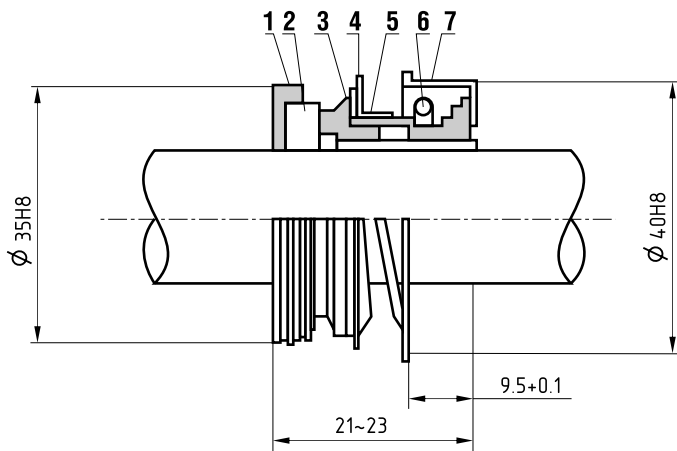

Рис. 2 Структура уплотнителя
2.5.1. При замене уплотнителя на самовсасывающем насосном агрегате, обязательно примените клей-герметик для соединения стальной части №7 и крышки насоса. В момент фиксации не прилагайте чрезмерного усилия во избежание повреждения (см. рис.2).